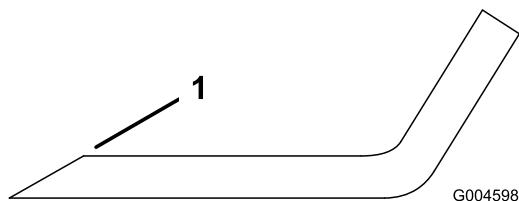

Figure 37
- Au moyen d'une lime, aiguisez les tranchants aux deux extrémités de la lame (Figure 37) en veillant à conserver l'angle de coupe d'origine. Limez la même quantité de métal sur les deux tranchants pour ne pas déséquilibrer la lame.